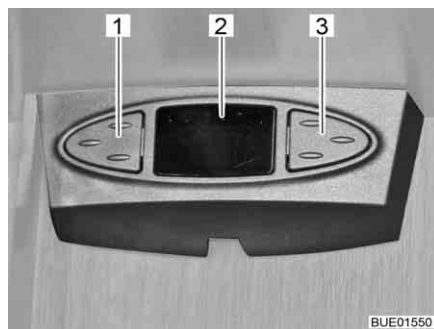

Fig. 29 Souris sat
Suivant le modèle, l'antenne parabolique est équipée d'une souris sat. L'affichage (Fig. 29,2) de la souris sat indique la chaîne réglée. Les deux touches servent à la commande des fonctions de base de l'antenne parabolique (changement de chaîne, allumer/éteindre).
- Choisir la chaîne précédente dans la liste de chaînes : Appuyer sur la touche gauche (Fig. 29,1).
- Choisir la chaîne suivante dans la liste de chaînes : Appuyer sur la touche droite (Fig. 29,3).
- Passer de radio à TV et inversement : Appuyer brièvement en même temps sur les touches (Fig. 29,1 et Fig. 29,3).
- Allumer/éteindre le récepteur : Appuyer en même temps sur les touches (Fig. 29,1 et Fig. 29,3) et les maintenir pressées.